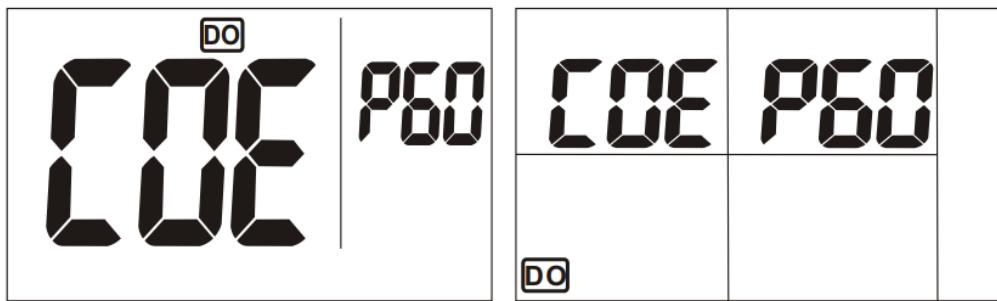
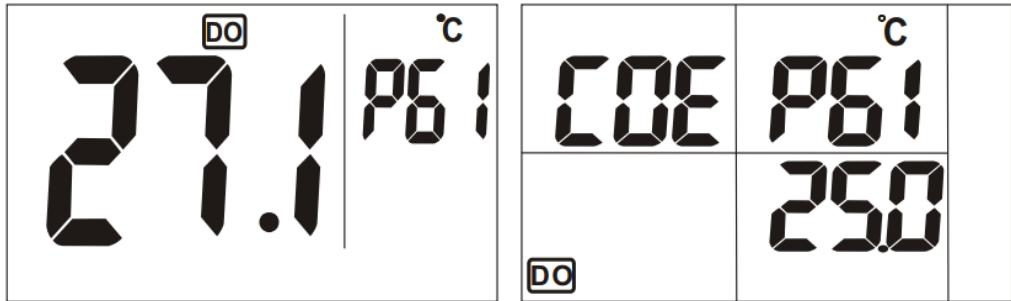

Рис. 10
Рис. 11
1. Увійдіть до режиму установки та в режимі установки натисніть кнопку « $\Delta$ » чи « $\nabla$ », щоб увійти до екранного режиму P60 (рис. 10). Натисніть кнопку «ENTER» для відображення екрана P61 та перегляду температури калібрування розчиненого кисню (рис. 11). Це значення допоможе судити про першопричину у випадку появи на дисплеї кода помилки E21. Напис E21 означає різницю в 10 градусів по Цельсію між вимірюним значенням температури та температурою калібрування.